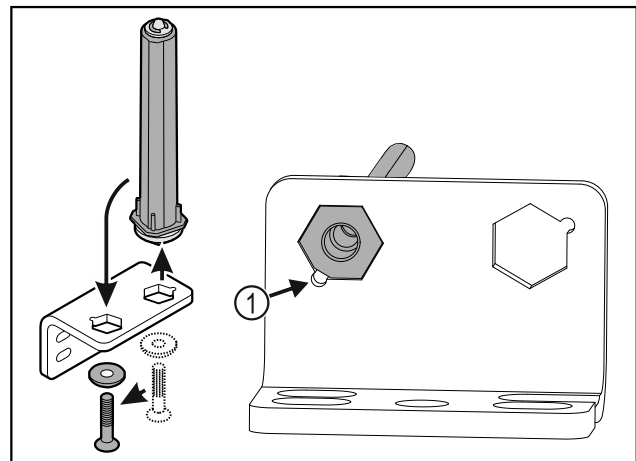

Fig. 35
- Darauf achten, dass beim Einsetzen die Bolzenabschrägung Fig. 35 (1) zum runden Loch zeigt.